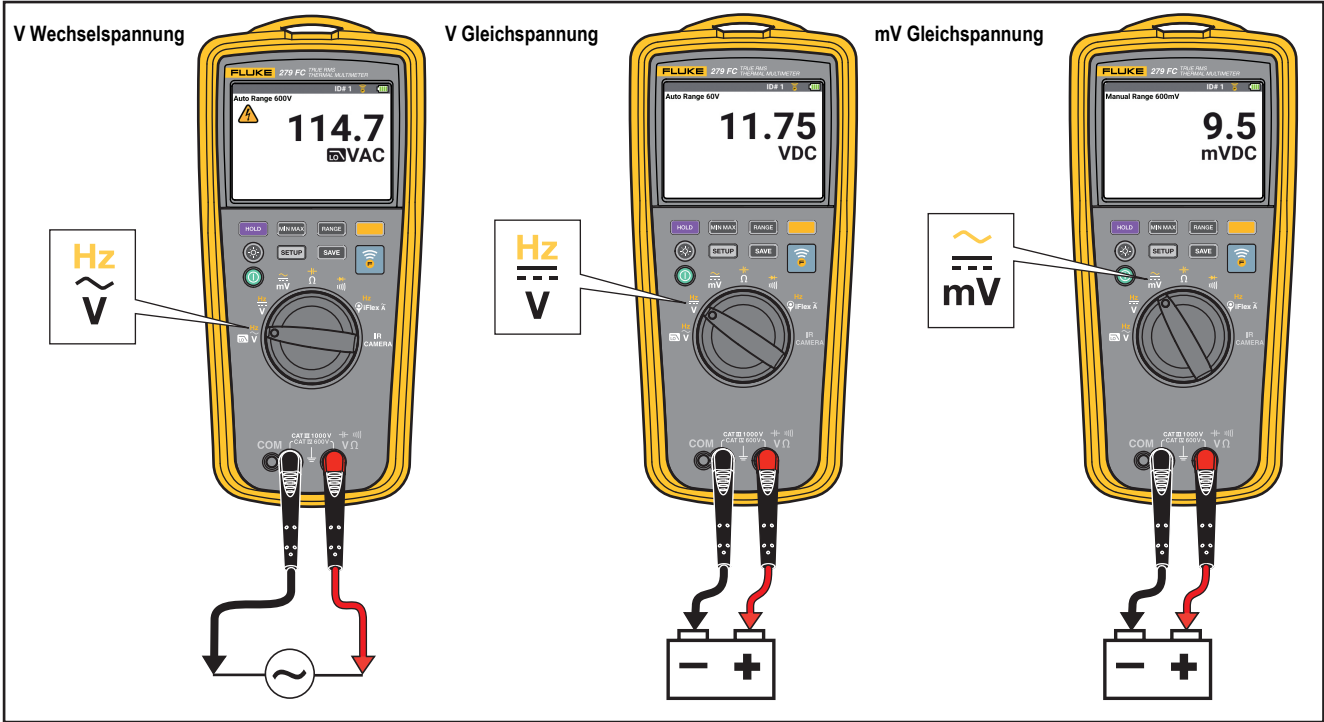

Abbildung 4. Wechsel- und Gleichspannungsmessungen
- Wechsel- und Gleichspannungsmessungen, siehe Abbildung 4.
1. Den Drehschalter auf  $\tilde{\text{mV}}$  stellen. siehe Abbildung 4.